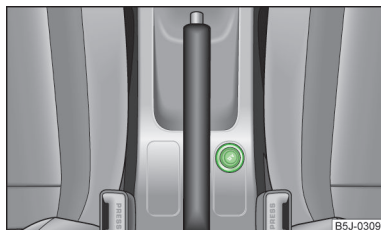

Fig. 78
- Premere il pulsante dell'accendisigari » fig. 78.
La presa da 12 Volt (di seguito solo presa) si trova nella console centrale anteriore » fig. 78 a pagina 85 e nel bagagliaio » fig. 79.